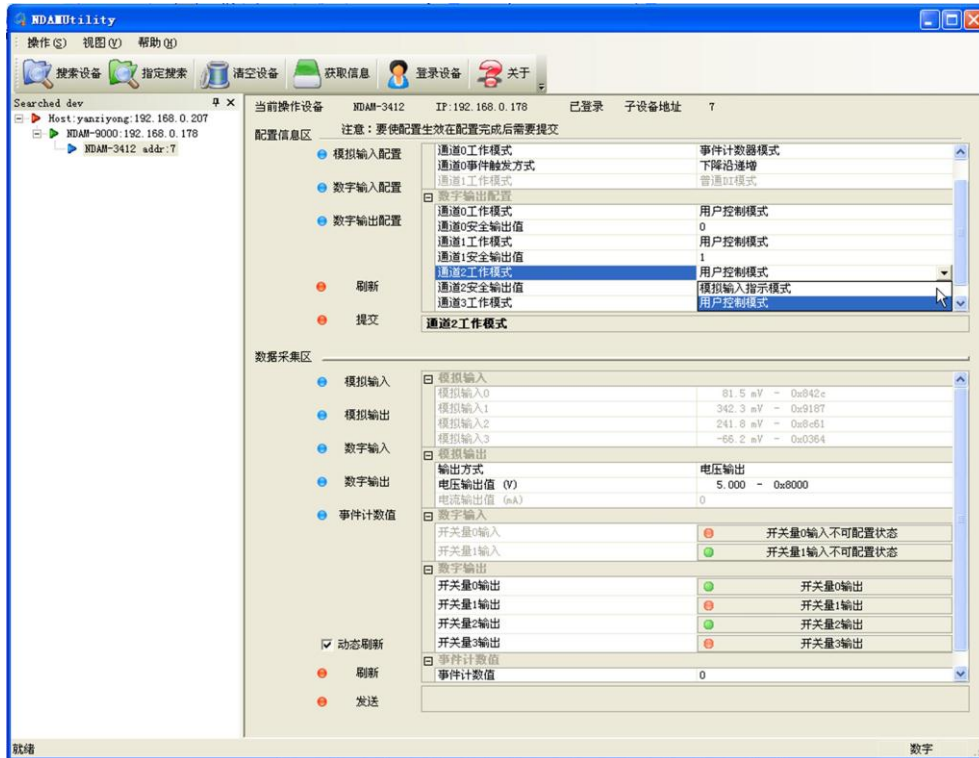

图 4.9 数字量输出配置操作
- 8) NDAM-3412 模块具有 4 路开关量输出，可以通过测试软件独立配置输出工作模式。在数字输出配置区，将端口的工作模式选择为用户控制模式或输入状态指示模式，端口的安全输出值选择为 0 或 1，点击提交，即可完成数字量输出配置，如图 4.9 所示。